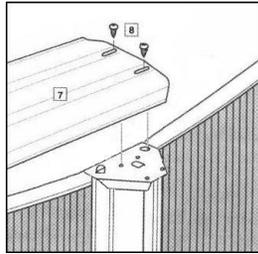

fig.30
- Alignez les trous exemple (fig.30) (8). Fixez le profil à sa place sur la plaque supérieure et mettez une vis à travers des trous ovales. Ne serrez pas les vis jusqu'à ce que tous les profils soient situés à leur place.